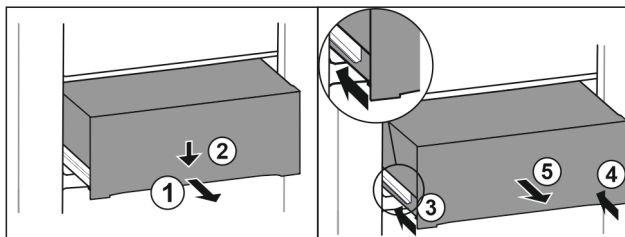

Fig. 167
- ▶ Zásuvku napůl vytáhněte. Fig. 167 (1)
- ▶ Stlačte zásuvku na přední straně dolů. Fig. 167 (2)
- ▶ Zasuňte levou kolejničku přibližně do 2 cm. Fig. 167 (3)
- ▶ Zasuňte pravou kolejničku přibližně do 2 cm. Fig. 167 (4)
- ▶ Vyjměte zásuvku dopředu. Fig. 167 (5)